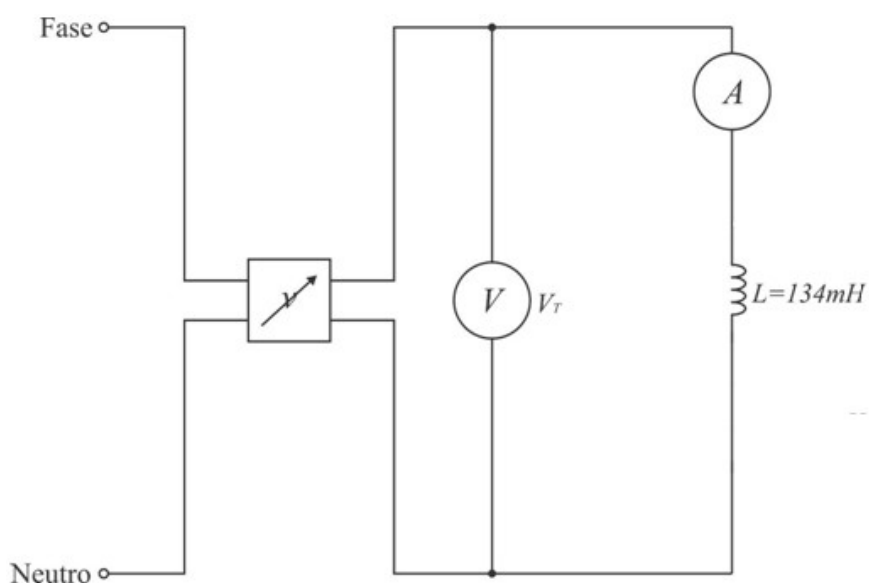

Figura 3.2
3.2- Monte um circuito L utilizando o indutor disponível (120mH ou 134mH) do painel e o varivolt da bancada (como indicado na **Figura 3.2**). Aplique uma tensão na saída do varivolt de forma que seja possível medir os valores de corrente e tensão (utilizando os instrumentos de medição do painel) no mesmo. Preencha a **Tabela 3.2** e comente os resultados obtidos.